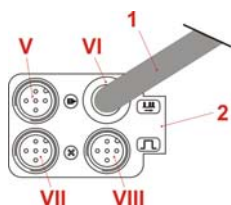
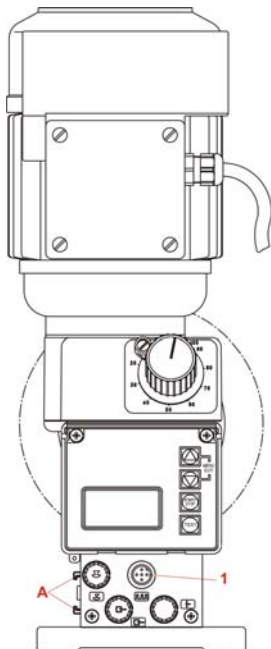

Abb. 8.1 Montage der Dongle-Box 1
Abb. 8.2 Montage der Dongle-Box 2
- ✘ Montieren Sie die Dongle-Box (Abb. 8.1) an der dafür vorgesehenen Schiene der Pumpe (Abb. 8.2, Pos. A).
- ✘ Schieben Sie die Dongle-Box (Abb. 8.1) in die Schiene auf der linken Seite der Pumpe (Abb. 8.2, Pos. A), bis diese einrastet.
- ✘ Schließen Sie das Verbindungskabel (Abb. 8.1, Pos. 1 und 8.3, Pos. 2) am Eingang für Impuls- /Normsignal (Abb. 8.2, Pos. 1) an.
Ist vor der Erweiterung durch eine Dongle-Box am Eingang für Impuls- /Normsignal (siehe Abb. 8.2, Pos. 1) ein Stecker angeschlossen, so kann dieser nach der Erweiterung an Stecker VIII (siehe Abb. 8.1, Pos. VIII) der Dongle-Box angeschlossen werden.